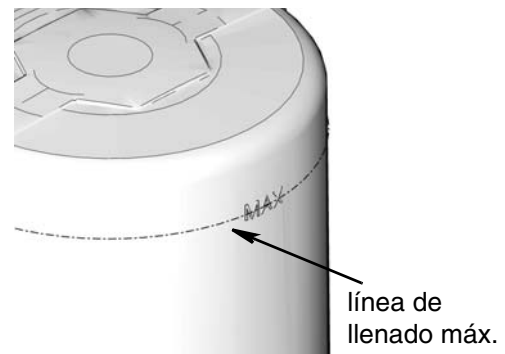

FIG. 12
- No lo llene en exceso (FIG. 12).